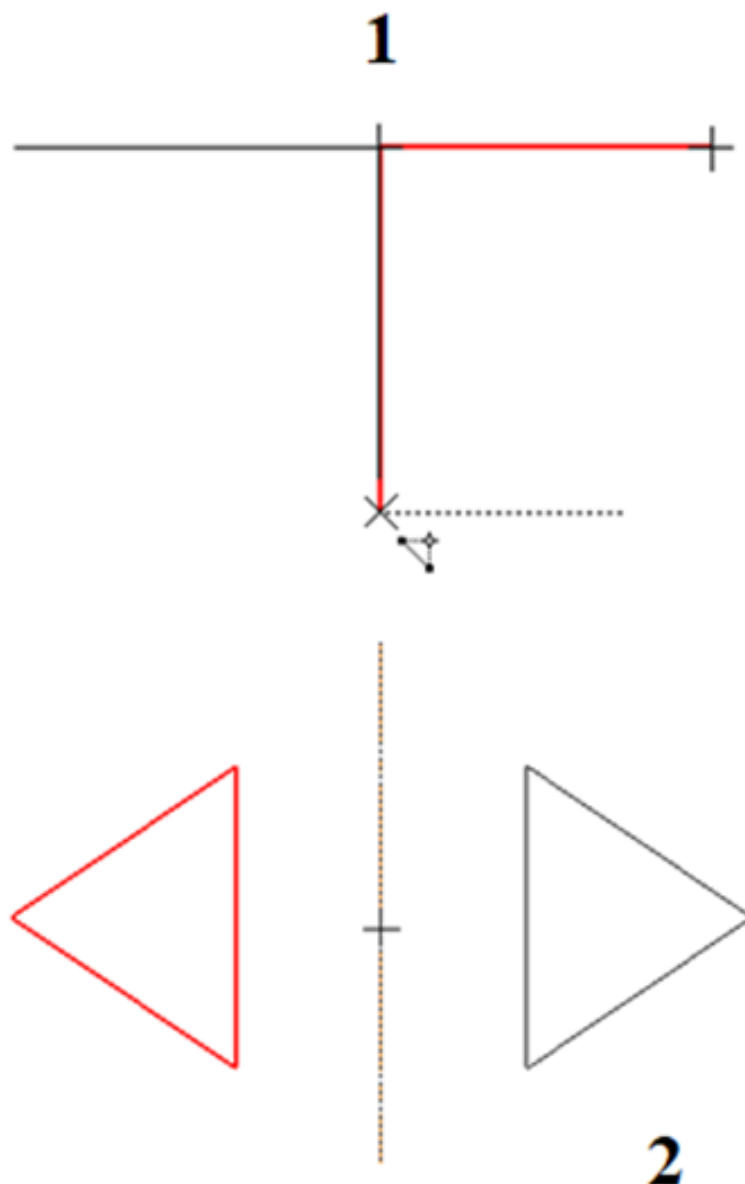

Рисунок 97 – Изменение положения объекта:
Применение функции поворот подразумевает указание исходной точки, относительно которой будет совершаться поворот и указание второй точки, показывающей ось объекта, рис. 97 (1).
Применение зеркальной функции позволяет увеличить скорость построения симметричных объектов. Для этого необходимо выбрать объект и указать положение оси симметрии, рис. 97 (2).